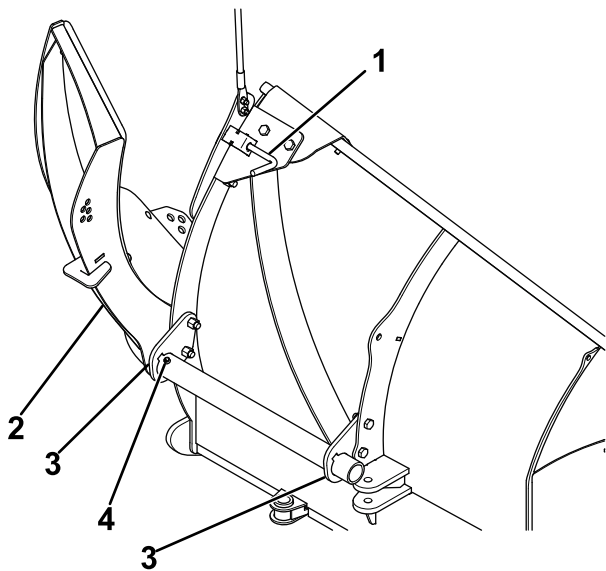

Figure 6
10. Tirez sur la goupille à ressort et tournez-la en position verrouillée (Figure 6).
11. Glissez le tube de l'aile de la lame chasse-neige dans les supports de nervure jusqu'à ce que la goupille de fixation traverse le support extérieur (Figure 6).